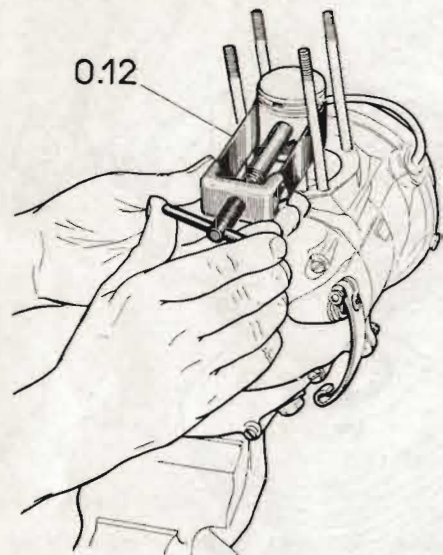

Fig. 10
- Chasser l'axe au moyen de l'outil 0.12. Attention à la cage à aiguilles (fig. 10).